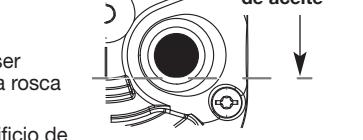

Fig. 12
5. Inspeccione el orificio de llenado de aceite, use una linterna de ser necesario. El aceite deberá tocar apenas el extremo inferior de la rosca (Fig. 12).
6. Si el nivel de aceite no toca el extremo inferior de la rosca del orificio de llenado de aceite, échele una pequeña cantidad y vuelva a comprobar (Fig. 12). Repita este procedimiento hasta que el nivel de aceite llegue al extremo inferior de la rosca del orificio de llenado de aceite.